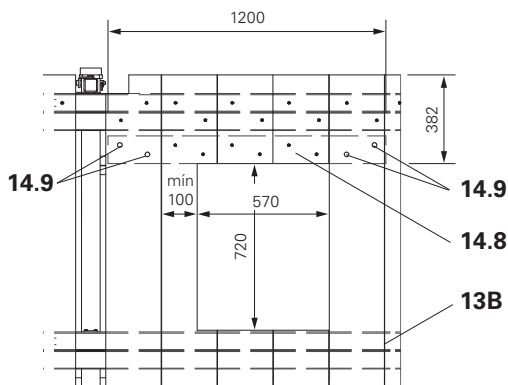
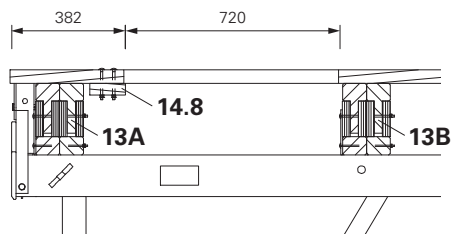

Fig. A2.03
Fig. A2.04
- A madeira (14.8) é aparafusada 2x à tábuia contínua mais próxima. Parafusos de cabeça redonda DIN 603 M8x100 (14.9) com anilha ISO 7094 100 HV A8. (Fig. A2.03 e Fig. A2.04)